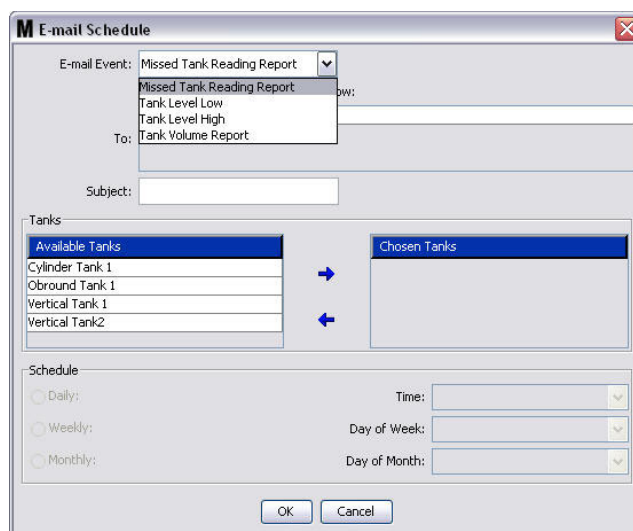

图 141
1. 单击“新的计划”按键显示图 141 中所示的电子邮件计划设置屏幕。
2. 显示 图 141（第 106 页）中所示的电子邮件计划屏幕。完成更改时，单击“确定”按钮关闭屏幕和保存更改。